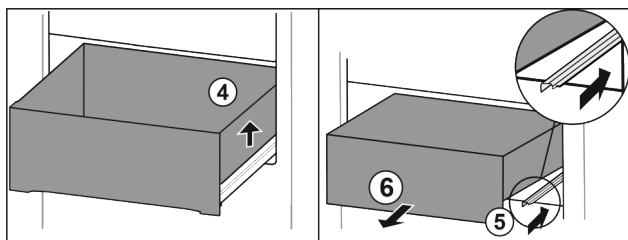

Fig. 22
- ▶ Nadzvedněte zásuvku vpravo. Fig. 22 (4)
- ▶ Zasuňte pravou kolejničku. Fig. 22 (5)
- ▶ Vyjměte zásuvku dopředu. Fig. 22 (6)